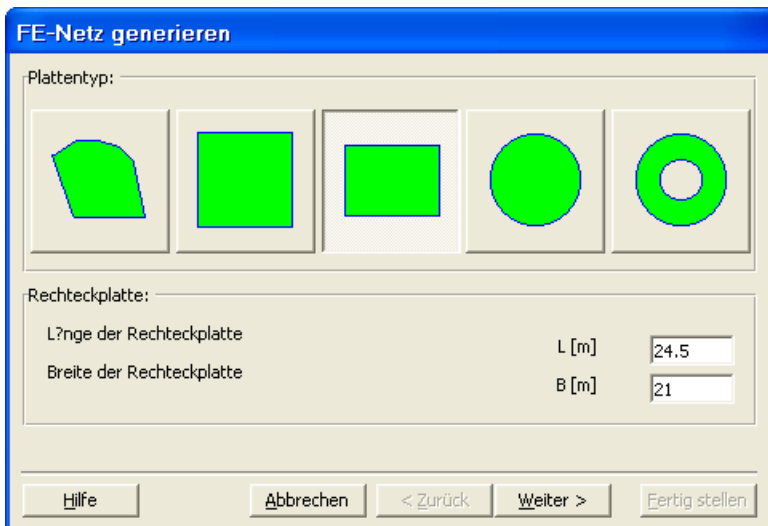

Bild 12-9 Auswahl von Netzschablonen
- Wählen Sie "FE-Netzdaten" aus dem "Daten"-Menü des *ELPLA-Daten*-Fensters. Eine Auswahl von Schablonen verschiedener Netzformen erscheint (Bild 12-9). Diese Netzschablonen werden verwendet, um die Standardnetze zu generieren, die konstante Größe in x - und y -Richtung haben. Im gegebenen Problem hat die Platte einen rechteckigen Grundriss